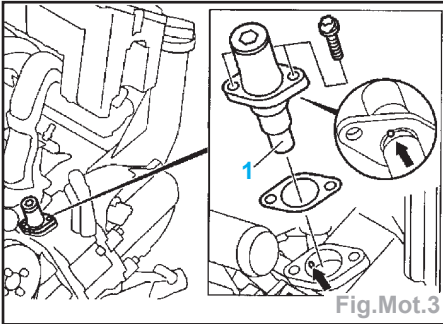

Fig.Mot.3
- Déposer le tendeur de chaîne (1) (Fig.Mot.3).
**Important :** attention aux orifices de passage d'huile (flèches) (Fig.Mot.3).